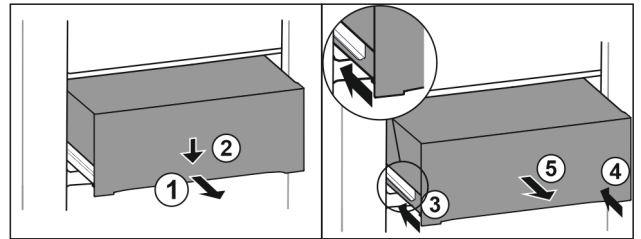

Fig. 103
- Izvucite ladicu na pola. Fig. 103 (1)
- Pritisnite ladicu naprijed prema dolje. Fig. 103 (2)
- Gurnite lijevu vodilicu za oko 2 cm. Fig. 103 (3)
- Gurnite desnu vodilicu za oko 2 cm. Fig. 103 (4)
- Izvadite ladicu prema naprijed. Fig. 103 (5)